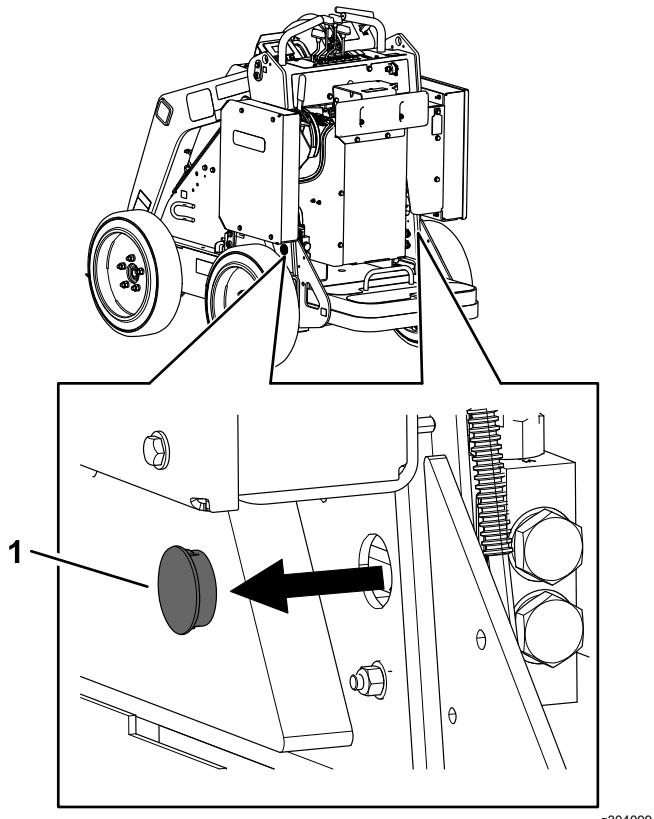

Figura 15
2. Togliete il tappo da ogni valvola di traino (Figura 15).